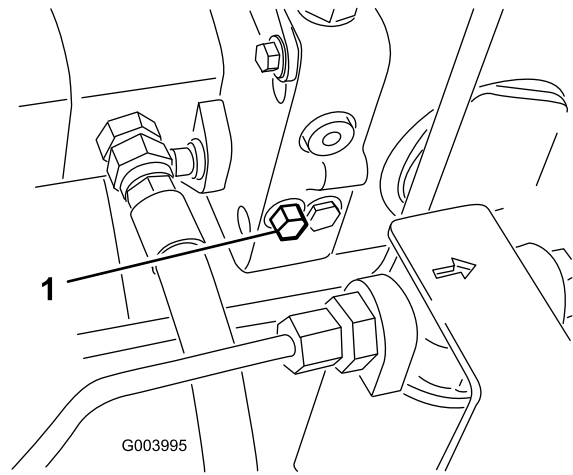

Figura 92
1. Rotii urubul supapei de bypass cu o tură i jumătate pentru a deschide supapa și pentru a permite uleiului să ocolească prin interior (Figura 92).